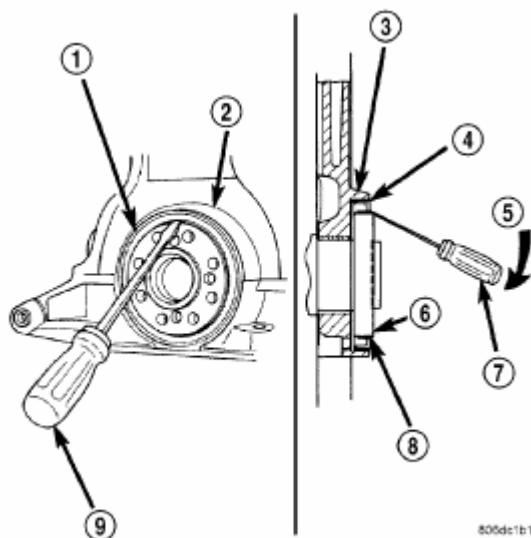

Рис. 57. Заднее масляное уплотнение коленчатого вала – Снятие.
- (1) Снять трансмиссию.
- (2) Снять изгибающийся диск.
- (3) Вставить отвертку на 3/16 с плоским шлицем между защитной манжетой и металлическим корпусом уплотнения коленвала. Расположить отвертку под углом (Рис.57) в манжете с опорой на металлический корпус. Поднять уплотнение.